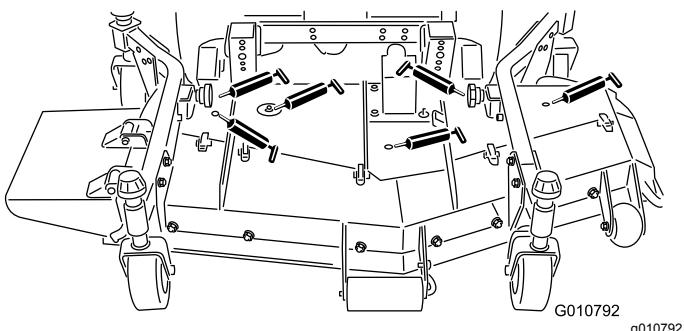

Figure 17
- Rotules de bras de poussée droit et gauche (Figure 17)
- Roulements d'axes de lames (Figure 17)